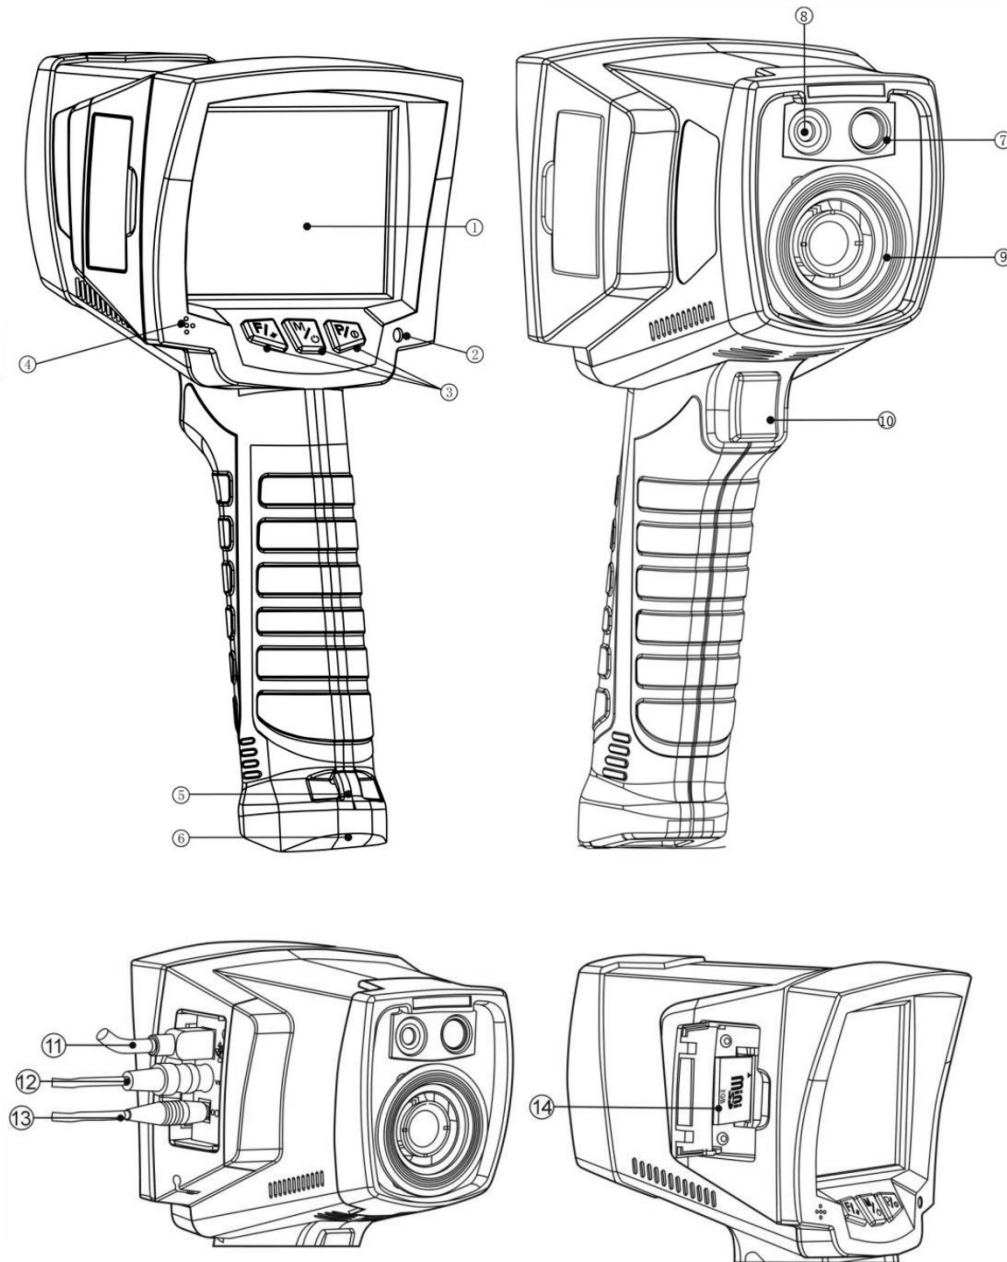

Abb. 1: Instrumenten-Beschreibung
Drücken und Halten Sie die **M** Taste für ca. 2 Sekunden zum Einschalten des Instrumentes. Die Anzeige für die Batterieaufladung (siehe Abb. 1 – Pos. 2) blitzt abwechselnd rot und grün bis der interne Selbsttest startet.
3. Drücken Sie die **F** Taste zur Aktivierung der Aufzeichnung des Sprachkommentars und sprechen Sie laut, sehr nah am internen Mikrofon (siehe Abb. 1 – Teil 4)